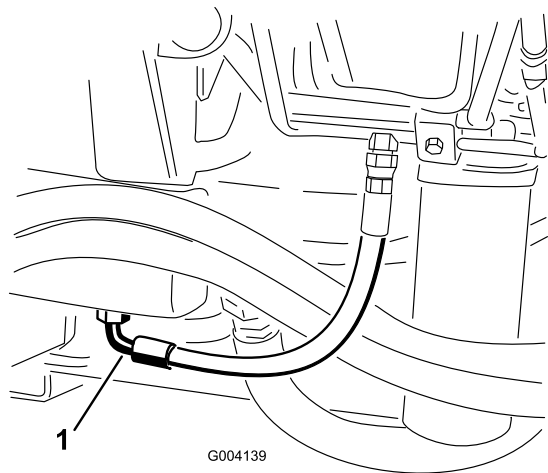

図 72
2. タンク 図 72 の下についているフィッティングの下に、オイルを受ける大型の容器を置く。